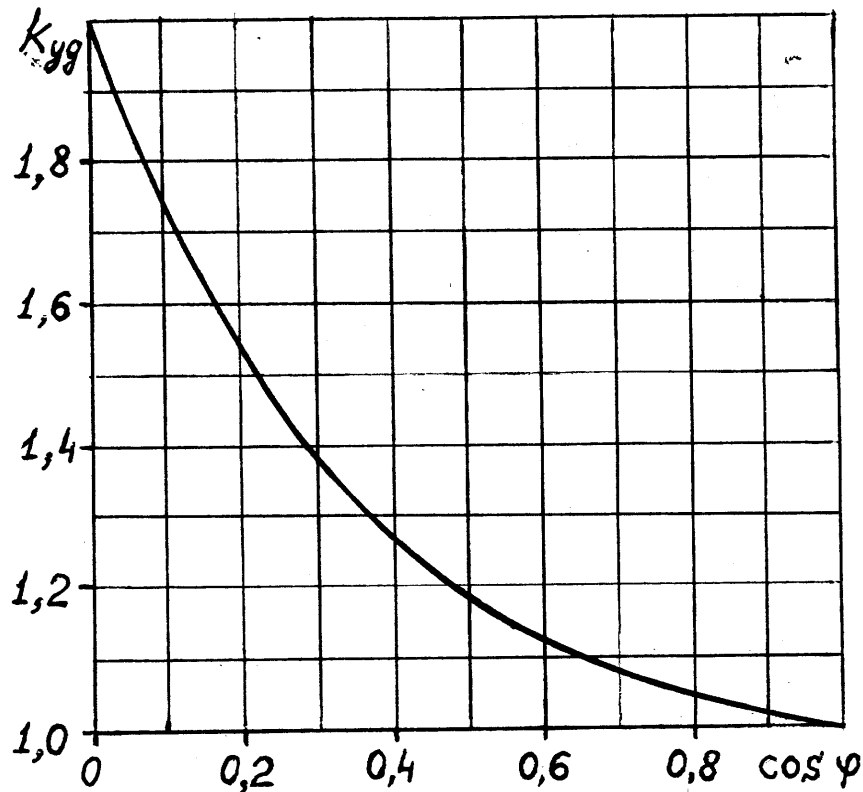

Рис.1
Примечание: При решении задачи воспользоваться зависимостью между ударным коэффициентом $K_{\text{уд}}$ и коэффициентом мощности $\cos \varphi$, приведенной на рис.1.
2. По зависимости, приведенной на рис.1, определяем соответствующее значение $\cos j$.